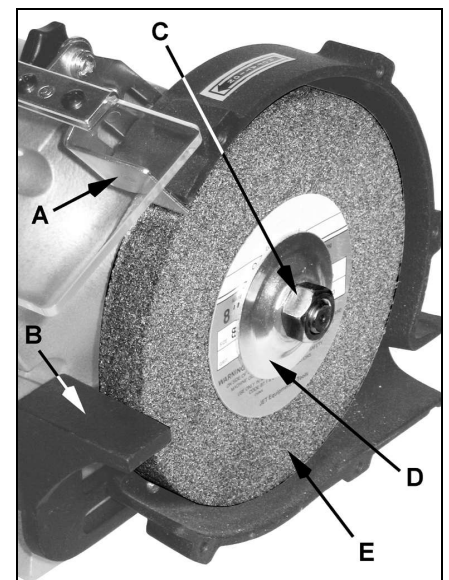

Fig 4
Eloigner le plan de travail (B, Fig 4) et l'écran protecteur (A) du disque abrasif.